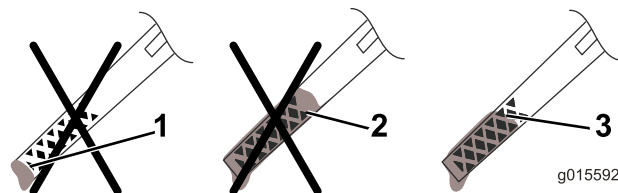

Figura 14
5. Rimuovete l'asta e controllate il livello dell'olio sull'asta (Figura 14).